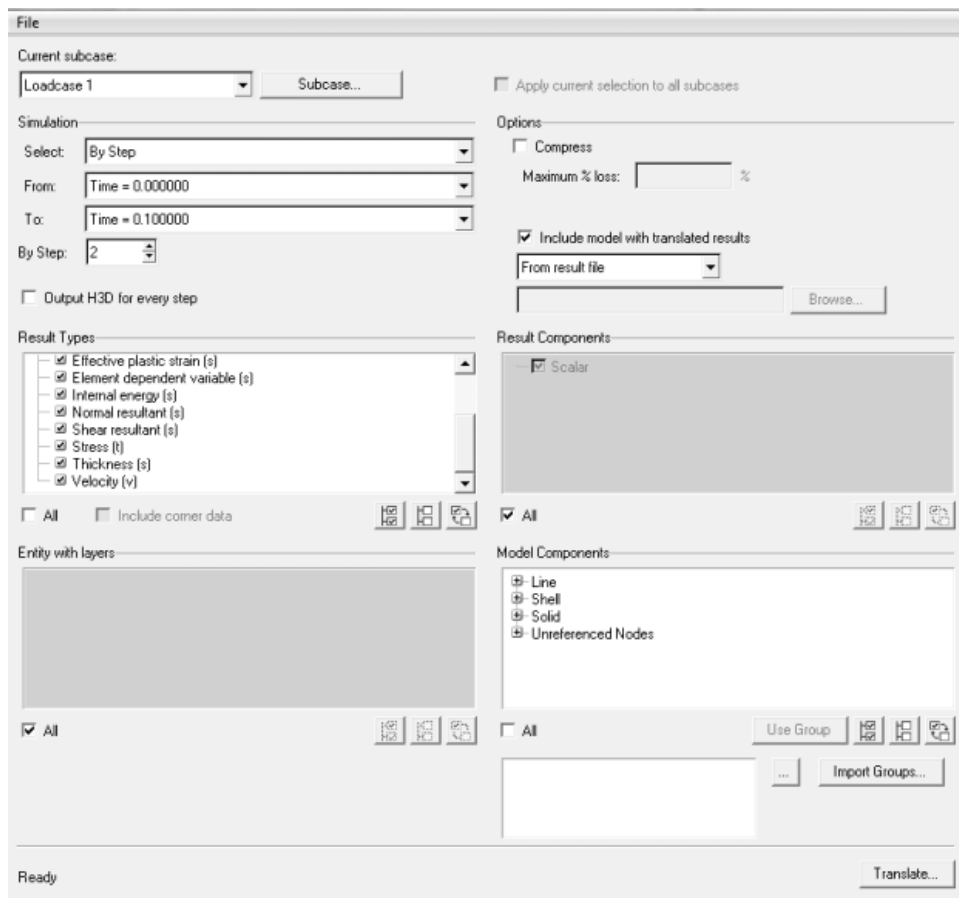

图 13-46 用 HvTrans 打开 d3plot 文件
(1) 在开始菜单中选择 Programs。使用以下路径启动 HvTrans: Altair HyperWorks / Tools /HvTrans。HvTrans 对话框如图 13-46 所示。
- (2) 在 File 菜单中选择 Open Result file。
- (3) 选取并打开 truck 文件夹中的 d3plot 文件。
- (4) 在 Simulation 下选择 By Step, 并将增长步长设置为 2。
- (5) 在 Result Types 下勾选所有待提取的结果类型。
- (6) 在 Options 下勾选 Include model with translated results。
- (7) 完成以上设置后, 选择 truck.key 文件。
- (8) 单击 Translate 按钮, 将输出文件名设置为 d3plot.h3d 文件, 并单击 Save 按钮。
- (9) 在 File 菜单中选择 Exit 命令, 离开 HvTrans。